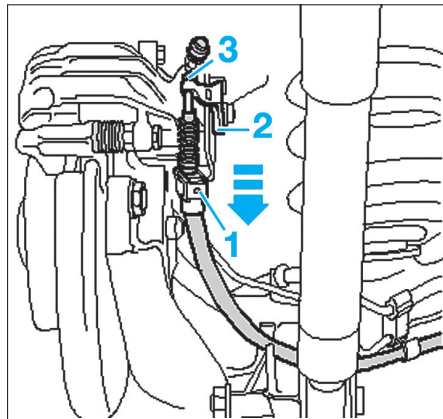

Fig. 15
- Déposer le clip (1) (Fig.15).
- Enfoncer le levier de frein (2) dans le sens de la flèche.
- Désaccoupler le câble de frein de stationnement (3) de l'étrier